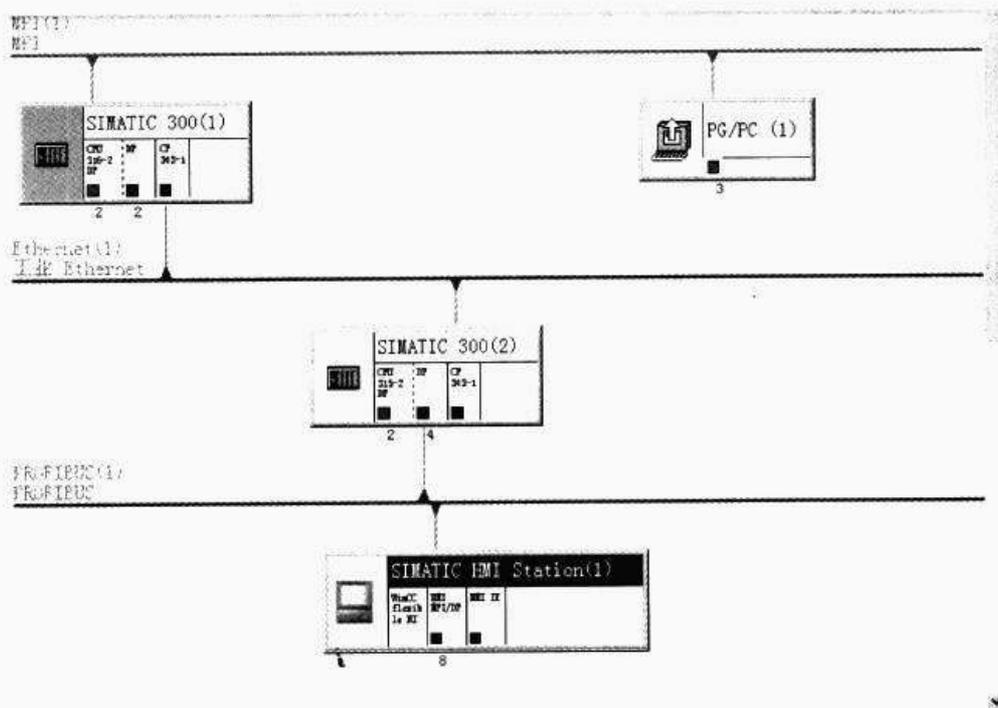
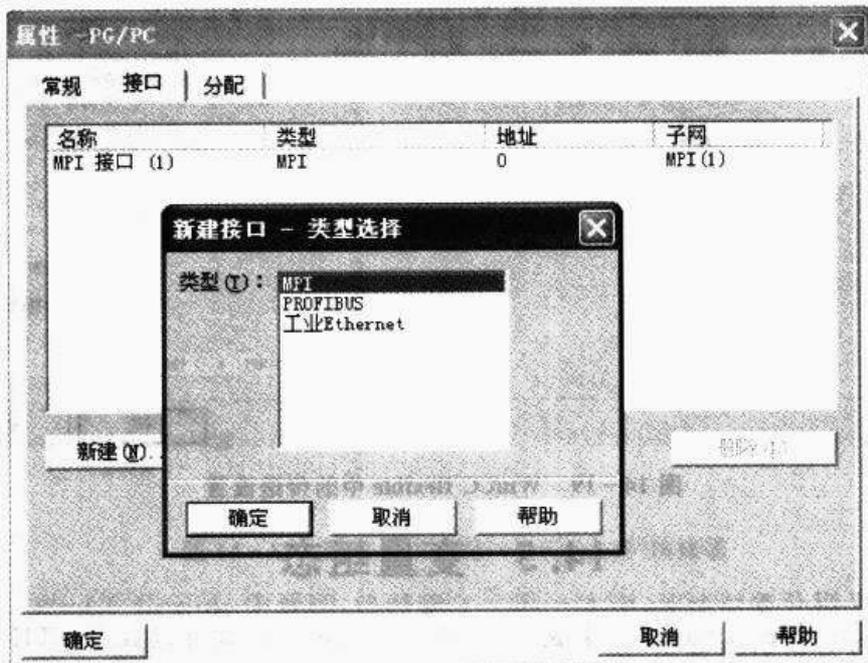
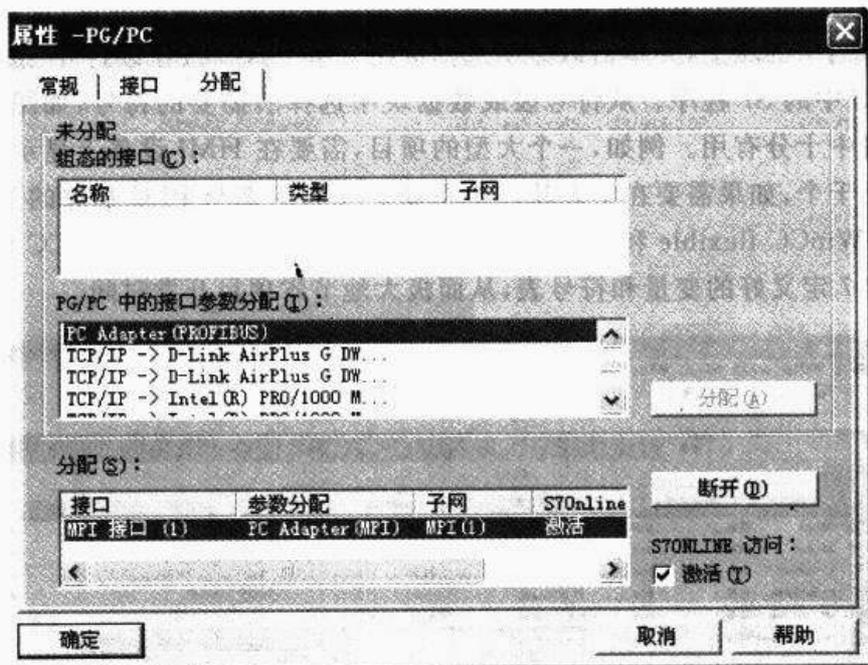

图 14-15 组态路由下载
图 14-17 组态 PG/PC 站点—新建接口
图 14-18 组态 PG/PC 站点—分配接口
假设有 2 个 300 PLC 站点,在其中一个 PLC 站点上连接了一个操作面板,两个 PLC 之间通过以太网连接。当用户在没有连接 HMI 设备的 PLC 站点上对该 300 PLC 进行 STEP 7 编程时,也可以通过使用路由功能,实现对 HMI 设备下载程序。网络结构如图 14-15 所示。
② 在 STEP 7 中打开 Netpro 编辑器,组态如图 14-15 所示的网络结构。
③ 插入 PG/PC 站点之后,在 Netpro 中双击该 PG/PC 站点,按照图 14-17 和图 14-18 所示进行组态。首先新建 MPI 接口,然后分配该接口。之后,可在 Netpro 中看到 PG/PC 站点的连接线变成亮黄色。如图 14-15 所示。
④ 在完成 STEP 7 中的组态后,在 WinCC flexible 中打开该 HMI 站,选择“项目”|“传送”|“传送设置”菜单